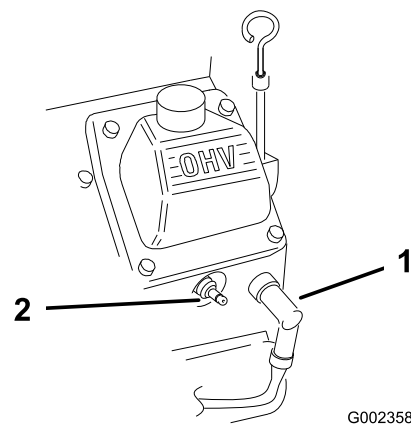

Figure 32
3. Débranchez les bougies (Figure 32).
3. Connectez les bougies (Figure 32).